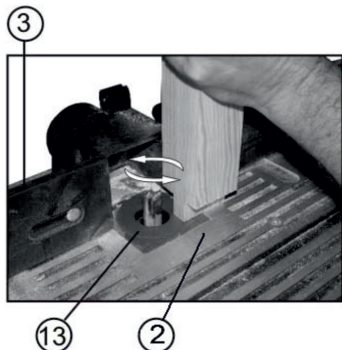

Рис. 11
При использовании фрезы диаметром менее 45 мм устанавливайте понижающее кольцо (13), Рис. 11. Это необходимо для того, чтобы предельно уменьшить зазор между фрезой и опорной плитой.
### Фрезерование шипов (Рис. 11)
Удерживайте обеими руками заготовку и прижимая ее к направляющей (3) и опорной плите (2), Рис.11, плавно перемещайте заготовку к фрезе.